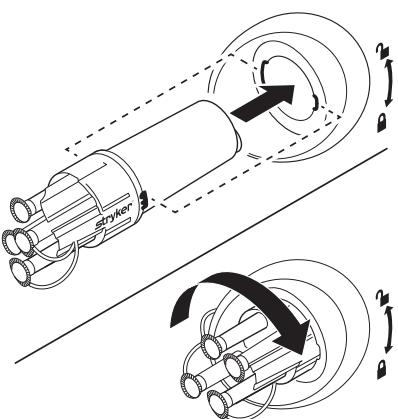

Figure 3 Installer et verrouiller le collecteur
- Aligner les saillies du collecteur avec les fentes du logement et pousser le collecteur dans le logement de la cuve désirée du Nomade (Figure 3).